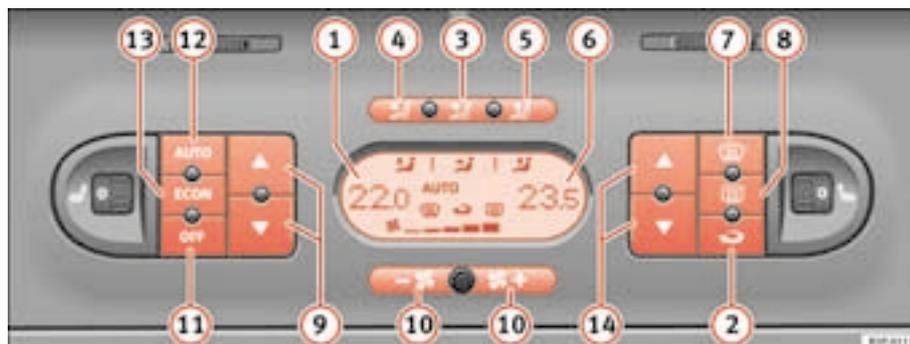

Fig. 125 Comandos do Climatic 2C no painel de instrumentos
- Prima as teclas de regulação da temperatura ⇒ página 159, fig. 125 **9** ou **14** para ajustar a temperatura do lado esquerdo e direito, respectivamente.
- Prima o botão  ⇒ página 159, fig. 125. Surge «AUTO» no visor.